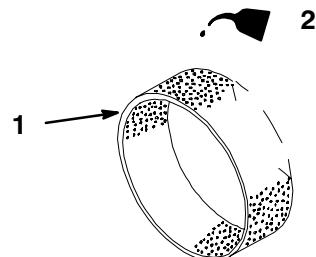

Bild 18
- Gießen Sie etwas Öl auf den Einsatz (Bild 18). Drücken Sie den Einsatz, um das Öl zu verteilen.